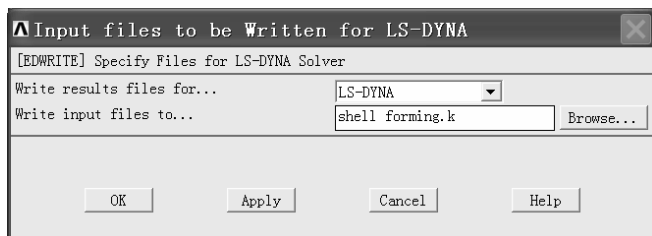

图 10-115 “Input files to be Written for LS-DYNA” 窗口
(3) 在 “Write input files to...” 窗口中 “文件名 (N):” 后的方框中输入 “shell forming.k”, 然后单击 “保存” 按钮, 返回到 “Input files to be Written for LS-DYNA” 窗口 (见图 10-115)。